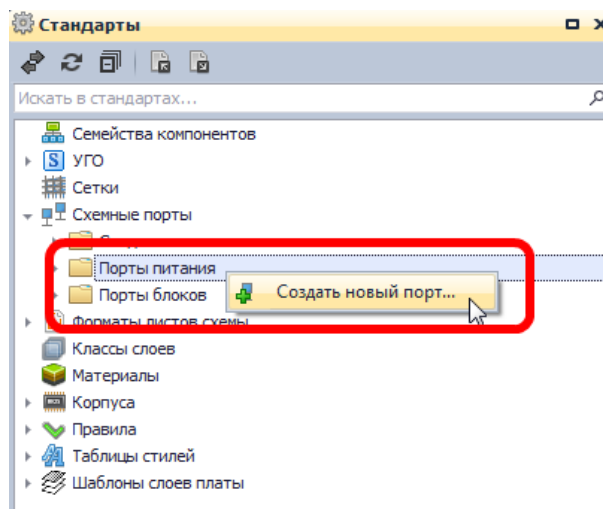

Рис. 77. Создание порта
2. Вызвать контекстное меню и выбрать пункт «Создать новый порт...», см. Рис. 77.